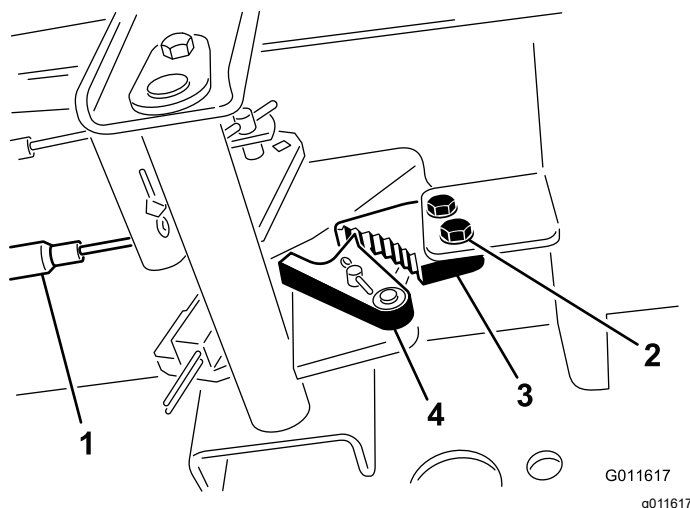

Figure 85
1. Desserrez les 2 vis qui fixent le cliquet du frein de stationnement au cadre (**Figure 85**).
2. Appuyez sur l'avant de la pédale du frein de stationnement jusqu'à ce que le verrou s'engage complètement sur le cliquet du frein (**Figure 85**).